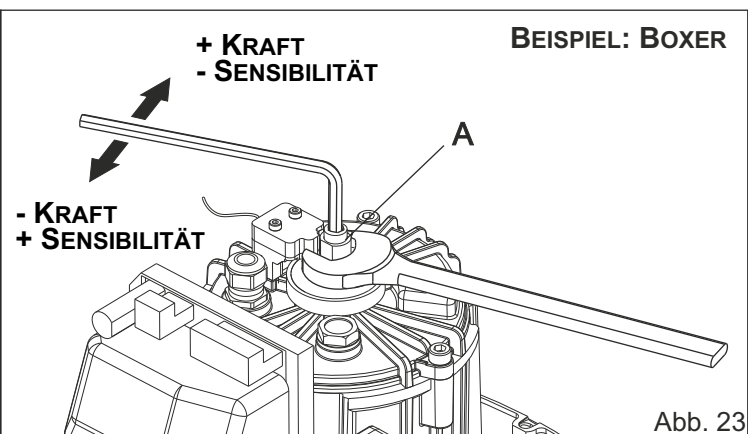

Abb. 23
9.2. Zum Einstellen der Kupplung den Gewindestift "A" wie folgt einstellen (Abb. 23)